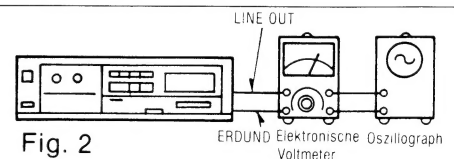

Fig. 2
1. Den Meßaufbau zeigt Fig. 2.
- Den Meßaufbau zeigt Fig. 2.
1. Den meßaufbau zeigt Fig. 2. 2. Den Standard-Aufnahmepegelteil der Testbandcassette (QZZCFM, 315 Hz) wiedergeben und mit dem Elektronische Voltmeter den Ausgangspegel an den LINE OUT-Anschlüssen messen. 3. Messung an beiden Kanälen durchführen. <div style="border: 1px solid black; padding: 5px; margin: 10px 0;"> NORMALWERT: 0,4V±0,5dB (0,02V) </div> Einstellung: 1. Abweichungen können durch Abgleich von VR5 (linker Kanal) und VR6 (rechter Kanal), korrigiert werden. 2. Nach erfolgtem Abgleich ist der Frequenzgang bei Wiedergabe erneut zu kontrollieren.